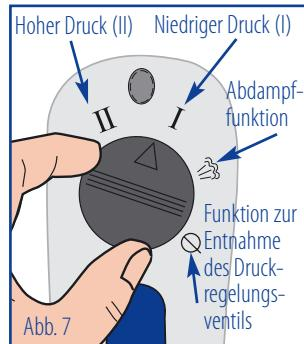

Abb. 7
Hoher Druck (II), niedriger Druck (I) (siehe Abb. 7)
Hierzu das Dreiecksymbol auf dem Druckregelungsventil langsam in die Position ⚡ (Abb.7) drehen und warten bis kein Dampf mehr austritt. ACHTUNG: Der austretende Dampf ist sehr heiß, bitte die Hände nicht über das Ventil halten und warten bis kein Dampf mehr austritt. Erst wenn sich das Sicherheitsventil gesenkt hat, lässt sich der Deckel öffnen. Diese Variante ist nicht für schäumende oder breiige Speisen (wie Suppen, Eintöpfen, Hülsenfrüchte und Teigwaren) geeignet.
Um den Silikondichtungsring zu reinigen, entnehmen Sie bitte das Druckregelungsventil. Stellen Sie dazu das Dreieckssymbol am Druckregelungsventil auf das Symbol Ø (siehe Abb. 7, Seite 10). Das Ventil lässt sich nach oben abnehmen.